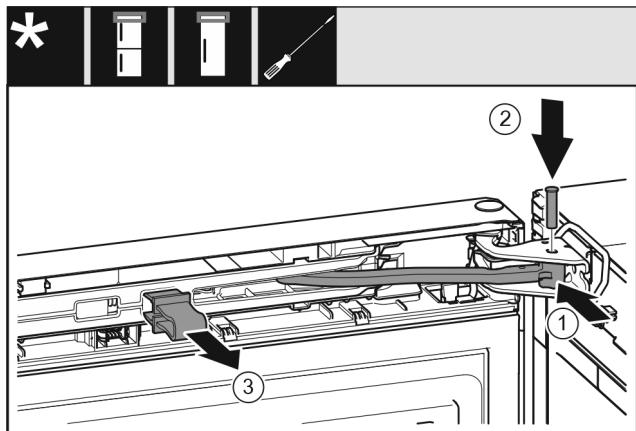

Fig. 50
- Pagrieziet šarnīru gultņa balstā. Fig. 50 (1)
- Ievietojiet tapu gultņa balstā un šarnīrā. Uzmaniet, lai aiztura izcilnis pareizi atrastos rievā. Fig. 50 (2)
- Noņemiet aizturi. Fig. 50 (3)